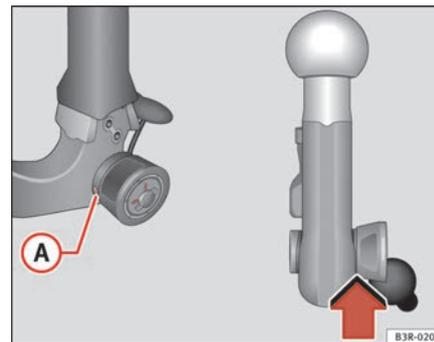

Fig. 162 Dispositivo desmontable para remolque: Comprobación de seguridad
- Compruebe si la marca verde **A** ⇒ página 211, fig. 162 de la rueda moleteada se encuentra en la zona negra de la rótula.